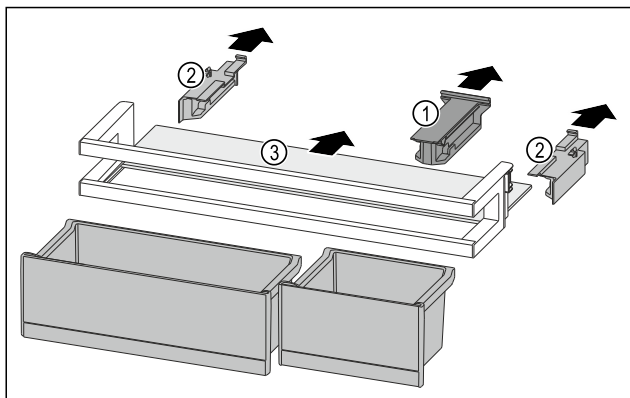

Fig. 275
- ▶ Снимите крепление Fig. 275 (1).
- ▶ Снимите боковые части Fig. 275 (2).
- ▶ Извлеките съемную полку Fig. 275 (3).